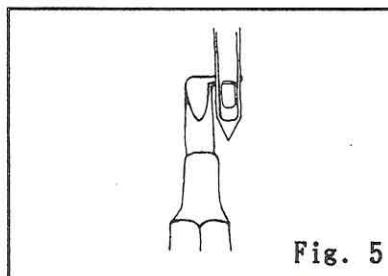

Fig. 5
3. Adjusting the height of needle, please see Fig.5. When the needle and looper (A300) meet together, the distance between the tip of looper and the needle can not exceed over 0.4 mm. At the same time, the bottom edge of the looper's tip just passes over the needle hole.
3. Ajuste el cable de la aguja, ver Fig.5. Cuando la aguja y el garfio (A300) se encuentren juntos la distancia entre la punta del garfio y la aguja no debe exceder de 0.4 mm.
3. Ajuste a altura conforme Fig.5. Quando a agulha e o looper (A300) se encontrarem, a distância entre a ponta do looper e a agulha não pode ser maior do que 0.4 mm. Nesta posição a ponta do looper estará passando exatamente por cima do buraco da agulha.